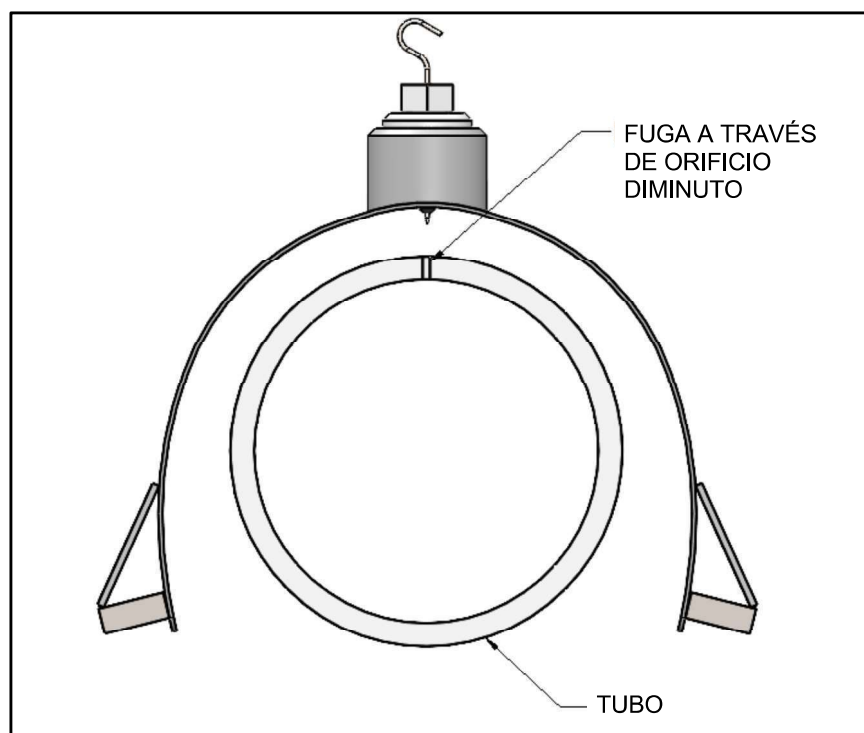

Figura 3
2. Retire el perno de acoplamiento de los orificios ranurados en la parte inferior de la abrazadera "PLIDCO Smith+Clamp" y extienda la abrazadera "PLIDCO Smith+Clamp" para poder ensamblarla alrededor de la tubería, como se muestra en la Figura 3.